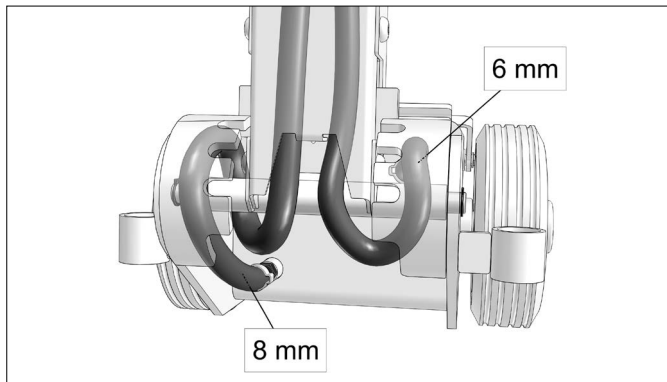

Fig. 1
**VIGTIGT:** Slangerne skal snoes om håndtagets lejerør som vist på detailtegnning (Fig. 1).
**WICHTIG:** Die Schläuche müssen wie auf dem Photo gezeigt um das Rohr gewickelt sein (Fig. 1).